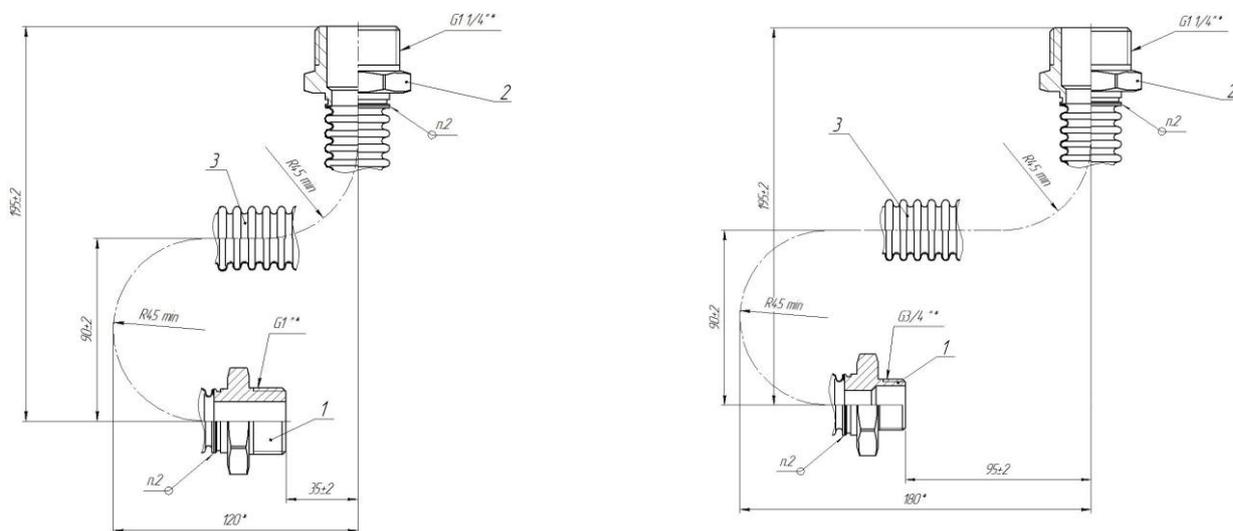

Рисунок 1
4.2 Пример комплектности для межосевого расстояния 250 мм для исполнения 1 (рисунок 1).